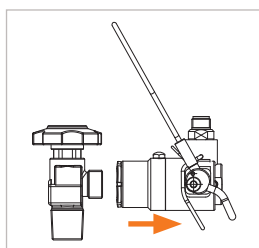

Figure 15
- Retirez le connecteur tout **droit** et vers l'arrière (Figure 15). Le joint frontal est ainsi préservé des dommages causés par d'éventuels bords saillants de la vanne de la bouteille.